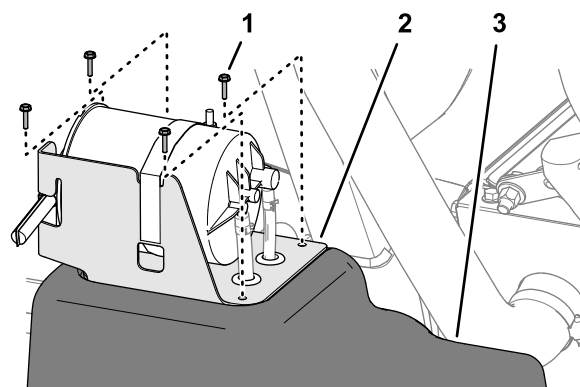

Figura 92
5. Alinhe os buracos do suporte do recipiente de carbono com os buracos do depósito de combustível (**Figura 92**).
6. Monte o suporte no depósito (**Figura 92**) com os 4 parafusos (n. 10 x ¾ pol.).